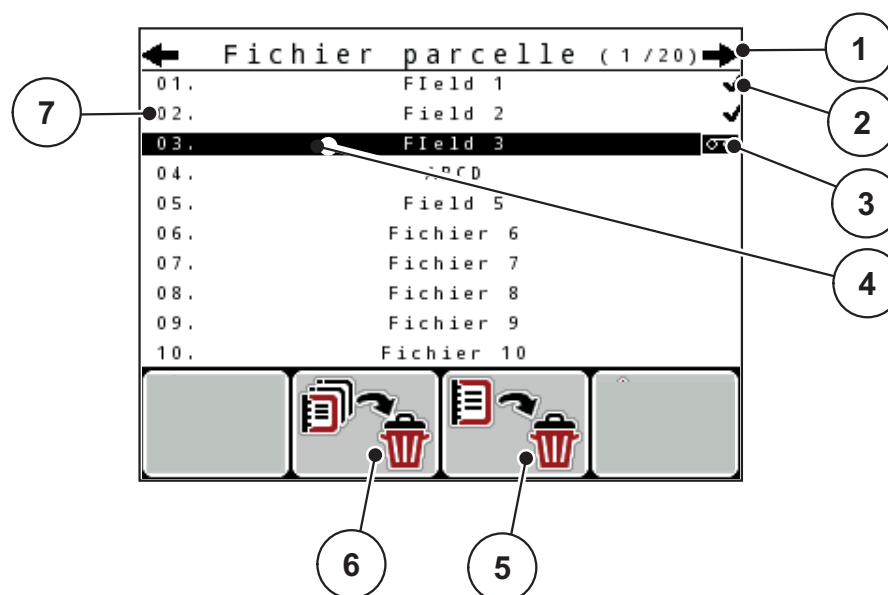

Figure 4.21 : Menu Fichier parcelle
3. Appuyer sur la touche de fonction **F3** située sous le symbole **Supprimer** (cf. figure 4.21).
2. Appuyer sur la touche de fonction **F2** située sous le symbole tout **supprimer** (cf. figure 4.21).